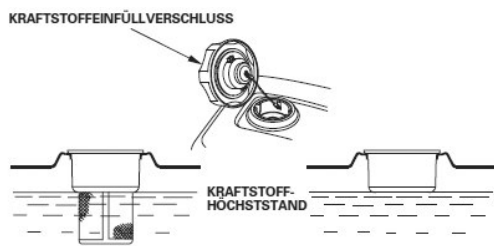

Abb. 27: Tanken
Schritt 3: Liegt der Ölstand in der Nähe oder unterhalb der unteren Grenzmarke am Ölmesstab, das empfohlene Öl (siehe Abb. 27) bis zur oberen Grenzmarke (Unterkante der Öleinfüllöffnung) einfüllen. Nicht überfüllen.
Schritt 3: Das empfohlene Öl (siehe Abb. 27) bei waagrecht liegendem Motor bis zur oberen Grenzmarke (Unterkante der Öleinfüllöffnung) am Messstab einfüllen.
Das gleiche Öl verwenden, das auch für den Motor empfohlen wird (S. Abb. 27).
Schritt 2: Wenn sich der Ölstand unter der Kontrollschraubenbohrung befindet, Einfüllschraube und Scheibe abnehmen. Das empfohlene Öl (s. Abb. 27) nachfüllen, bis es aus der Kontrollschraubenbohrung herauszufließen beginnt.
Schritt 3: **2 : 1-Untersetzungsgetriebe:** Das empfohlene Öl bei waagrecht liegendem Motor bis zum Erreichen der oberen Grenzmarke am Messstab einfüllen (s. Abb. 27). Zum Kontrollieren des Ölstands den Messstab einführen und herausziehen, ohne ihn in die Einfüllöffnung einzuschrauben.